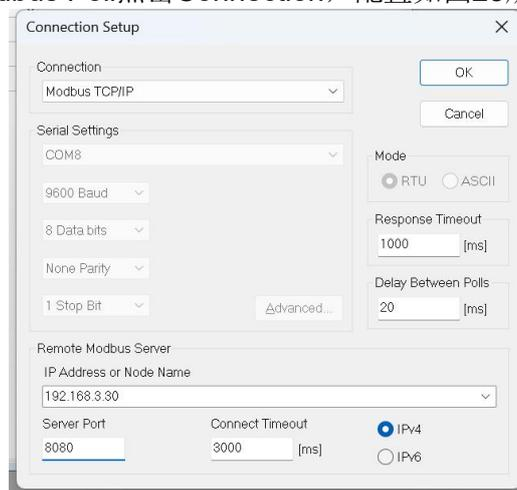

图 28 Modbus Poll连接设置
(3) 操作过程：
- ①打开Modbus Poll点击Connection，配置如图28所示：
用户可以通过登陆网关设备的网页配置界面，在【基本设置】页面中找到程序更新的配置界面，然后点击【选择文件】按钮即可选择相关配置文件，最后点击【执行程序更新】就可以完成对设备的固件升级。具体步骤如图 28所示。